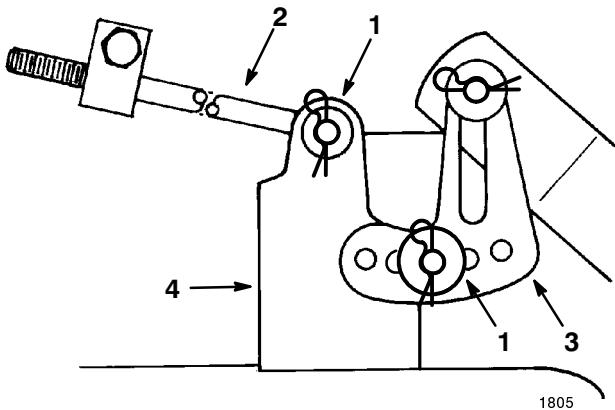

Abbildung 42
10. Haarnadelsplint und Unterlegscheibe vom Ende der langen Stange entfernen (Abb. 42). Dann die Stange aus dem Mähwerkträger herausschieben. Diesen Schritt an der anderen Mähwerkseite wiederholen.
11. Haarnadelsplint und Unterlegscheibe vom Mähwerkausgleichsbügel entfernen (Abb. 42). Den Bügel vom Montagestift herunterschieben. Unterlegscheibe und Haarnadelsplint zur Lagerung wieder anbringen.